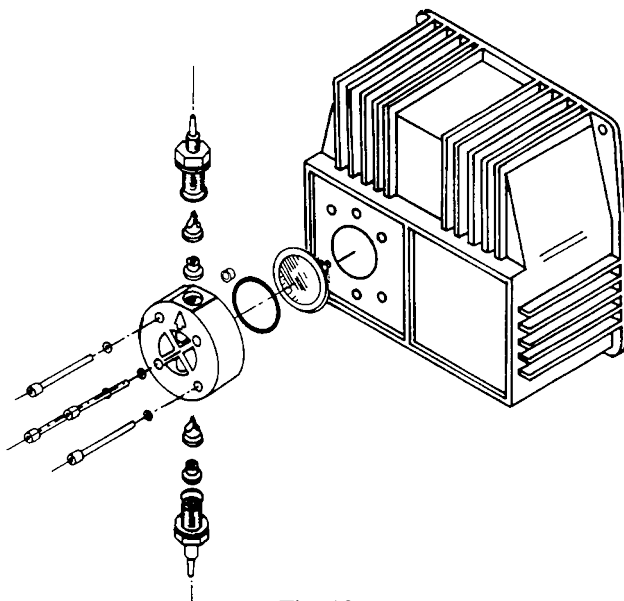

Fig. 13
❶ Controllare periodicamente il livello del serbatoio contenente la soluzione da dosare, onde evitare che la pompa funzioni a vuoto; anche se in questo caso l'apparecchiatura non subisce alcun danno, si consiglia comunque questo controllo onde evitare danni derivanti dalla mancanza di additivo nell'impianto.
❷ Controllare almeno ogni 6 mesi il funzionamento della pompa, la tenuta delle viti e delle guarnizioni. Operando con liquidi particolarmente aggressivi, effettuare controlli anche più frequenti, controllare in particolare la concentrazione dell'additivo nell'impianto; una riduzione di tale concentrazione potrebbe essere determinata dalla usura delle valvole (che in tal caso vanno sostituite facendo attenzione nel rimontarle come in fig. 13 - 14) o dall'intasamento del filtro che va pulito come al successivo punto 3.
❸ La Casa consiglia di pulire periodicamente la parte idraulica (valvole e filtro). Detta pulizia non si può dire a che intervalli di tempo effettuarla perché dipende dal tipo di applicazione, e nemmeno quale reagente utilizzare perché dipende dall'additivo usato. Premesso ciò possiamo suggerire come intervenire se la pompa lavora con ipoclorito di sodio (caso più frequente):
- togliere preventivamente dal corpo pompa tutta l'acqua presente (se questa si miscela con l'acido solforico genera una forte quantità di gas con conseguente surriscaldamento della zona interessata arrecando danni alle valvole ed al corpo pompa). Per effettuare questa operazione, se l'apparecchiatura non è fissata all'impianto si può farla pulsare per pochi secondi (15-30) tenendola capovolta e senza tubetti collegati ai raccordi, se ciò è impossibile smontare e rimontare il corpo pompa (fig. 13 - 14) utilizzando le quattro viti di fissaggio.
Warning: if the water mixes with sulphuric acid it can produce a large quantity of gas with consequent over-heating of the area causing damage to valves and pump head. This operation can also be done with the pump disconnected from the plant by turning the pump upside-down for 15 to 30 seconds and without connecting the tubing to the nipples: if this operation is not possible, dismount and remount the pump head (fig 13 - 14) using the four mounting screws.